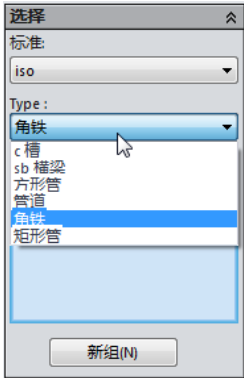
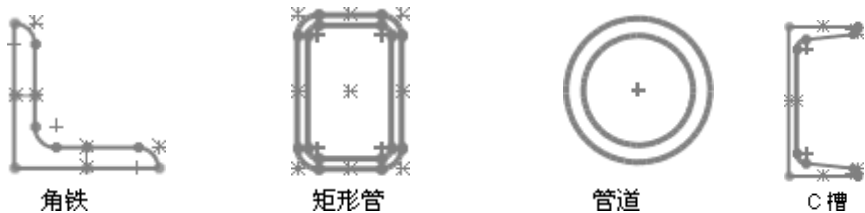

图 12-4 【类型】选项
图 12-5 不同轮廓类型效果
- **【类型】**：选择轮廓类型，其选项如图 12-4 所示。不同轮廓类型效果如图 12-5 所示。